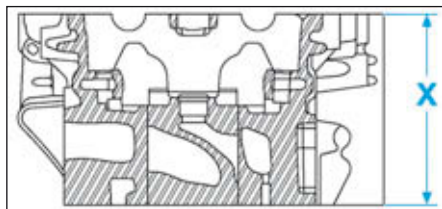

FIG.43
• Mesurer à l'aide d'un micromètre la hauteur (X) de culasse (Fig.43). Elle doit être de 132,5 mm.